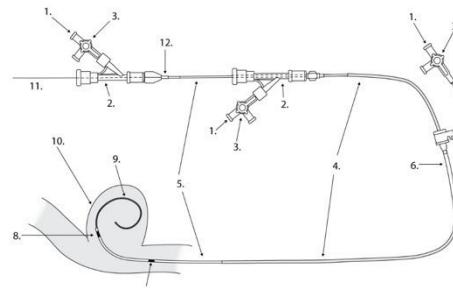

Abbildung 1 – Vorbereitung des Verfahrens
1. Die Vorbereitung des Verfahrens ist in Abbildung 1 dargestellt. Alle Komponenten des Systems müssen ausreichend gespült werden.